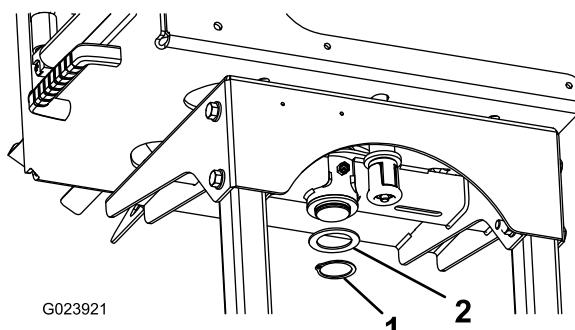

図 5
4. ホースリールフレームの下側で、スイベルプレートの柱にスラストワッシャとスナップリングを取り付ける図 5。